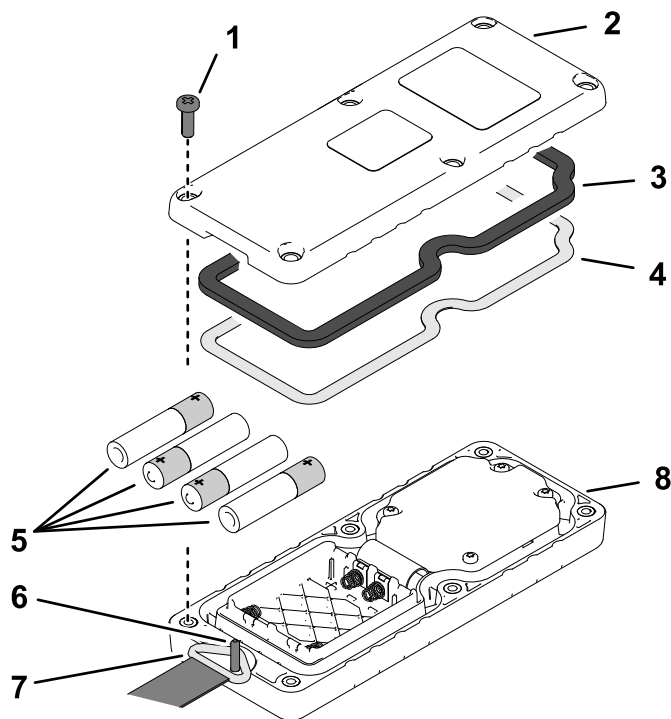

Figura 52
1. Rimuovete le 6 viti che fissano insieme le due parti del coperchio del telecomando e rimuovete la copertura posteriore (Figura 52).
4. Assicuratevi che la guarnizione in acciaio e la tenuta in gomma siano posizionate nel canale nella metà della copertura e allineate la copertura posteriore con la copertura anteriore (Figura 52).
5. Allineate l'anello del cordino sopra il perno del cordino (Figura 52).
6. Montate la copertura posteriore sulla copertura anteriore con 6 viti (Figura 52).